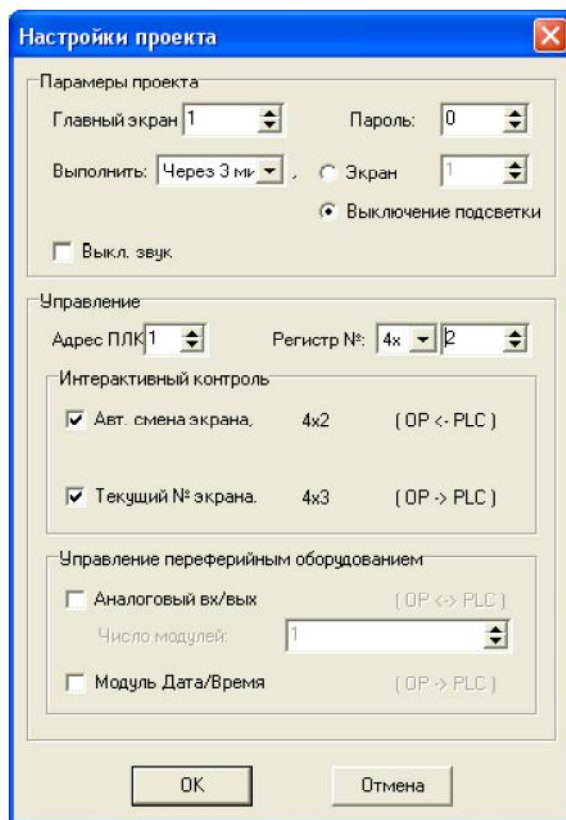

Рис. 21. Окно «Настройки проекта».
4. Для настройки панели оператора следует выбрать команду «Сервис | Настройка панели оператора» главного меню программы. Откроется окно «Настройки панели оператора», предназначенное для задания параметров проекта (рис. 21).